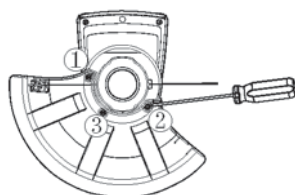

Fig.3
- > Fixez la coque [13] à l'aide des vis fournies (fig.3).